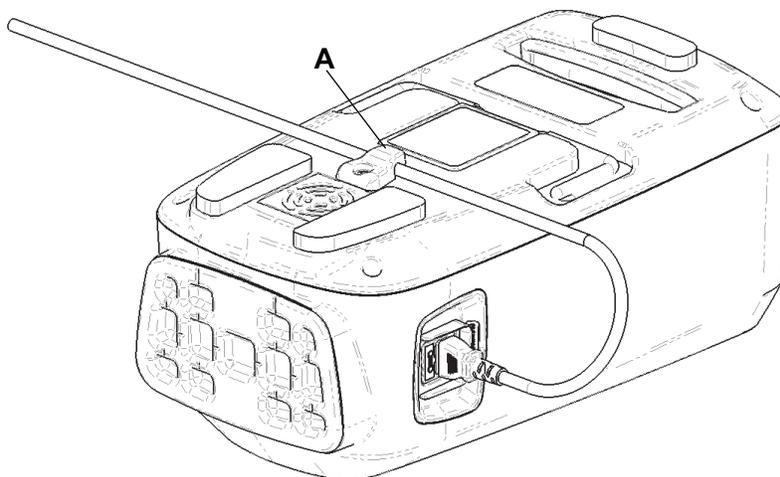

Figure 7 – Poignée flexible de rétention du cordon
3. Insérer le cordon d'alimentation sous la poignée flexible de rétention du cordon d'alimentation (A) (Figure 7).